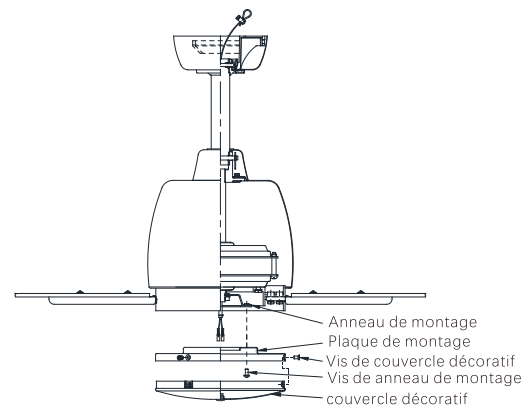

Fig.16
**Étape 1.** Les deux vis de la anneau de montage fixée à l'arbre du moteur doivent être desserrées et la troisième vis doit être retirée et conservée. (Fig. 16)
**Étape 2.** Placez les fentes en trou de serrure de la plaque de montage sur les deux vis qui ont été précédemment desserrées sur l'anneau de montage. Tournez la plaque de montage dans le sens des aiguilles d'une montre jusqu'à ce qu'elle s'enclenche aux extrémités étroites des fentes du trou de serrure. Serrez les deux vis en forme de trou de serrure, réinstallez la troisième vis qui a été enlevée précédemment et serrez-la pour la fixer (Fig. 16).
**Étape 1.** Retirez les trois vis de montage préinstallées sur le bord extérieur du couvercle décoratif (Fig 16).
**Étape 2.** Insérez le couvercle décoratif dans la plaque de montage en alignant les trous du bord extérieur du couvercle décoratif sur les trous du bord extérieur de la plaque de montage. Enfilez les trois vis de montage précédemment retirées dans le couvercle décoratif et la plaque de montage, et serrez-les pour les fixer. (Fig 16)